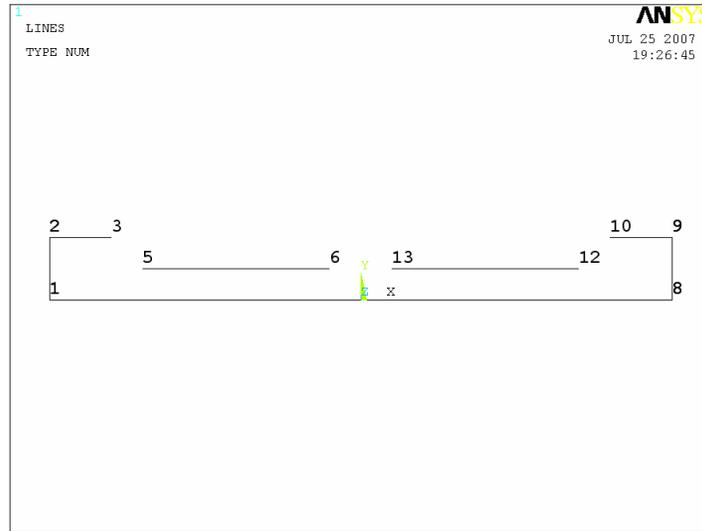

Рисунок 63. Результат построения всех прямых линий границы модели
- Нажимаем кнопку **OK** (Рисунок 63).